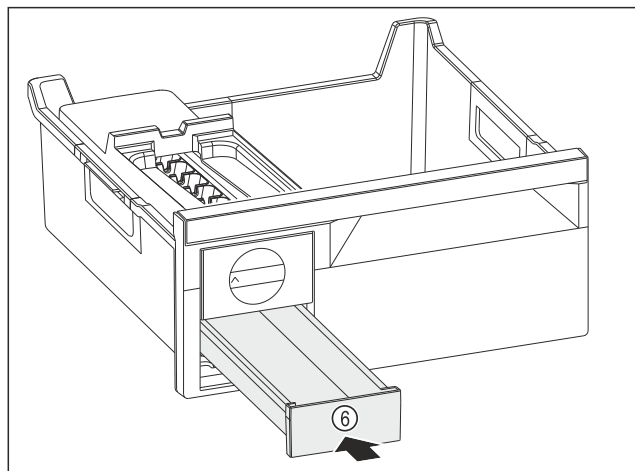

Fig. 149
- ▶ Eiswürfelschubfach Fig. 149 (6) einschieben.